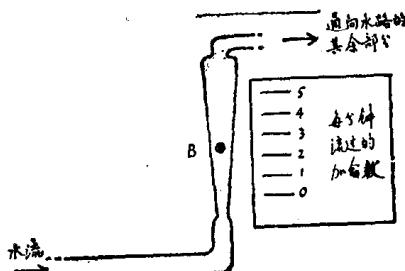

图 32-7 转子流量计——一种用于流体的流量计
- 6) 图 32-7 所示是一种简单形式的流量计，用来测量液体的流量率，它以加仑/分为单位。水沿竖直的圆锥形管子，向上流经一个玻璃的或金属的小球 B，B 略小于管子的最细部分。在水流的带动下，小球沿管子上升直到它在某处上下徘徊为止。这个位置就代表流量率。水流愈快，小球必定上升得愈高，直到它到达这样的位置，使水有足够的余地流经小球，而不再把它推向更高的去处。这个模型是值得一看的。它会启发你掌握安培计的概念。这种流量计已做成商品，称为转子流量计，它用一个金属小陀螺来代替上述小球，陀螺是斜切的，使它在上下徘徊时产生自旋。转子流量计在管内自由地自旋着，而玻璃球则倾向于偏到管子的一边去。（思考题：为什么小球会偏向一边？这与本教程前面部分所讲过的知识有关。）